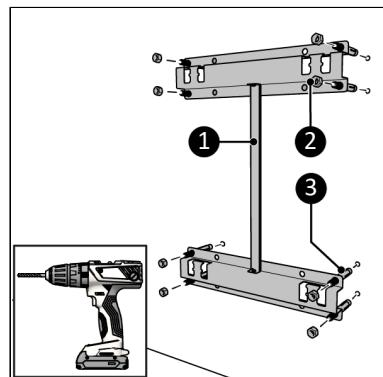

Abbildung 53.
3. Platzieren Sie die Ankerbolzen (Abbildung 53, Pos. 3).
4. Befestigen Sie die Wandhalterung (Abbildung 53, Pos. 1) mit den acht Muttern (Abbildung 53, Pos. 2) an der Wand.